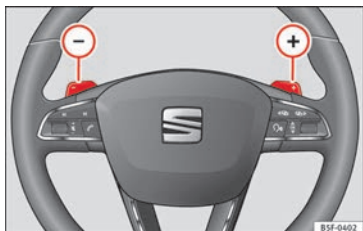

Fig. 180 Volant : palettes pour boîte automatique.
- Appuyez sur la plaquette (+) pour passer une vitesse supérieure »» **fig. 180**.